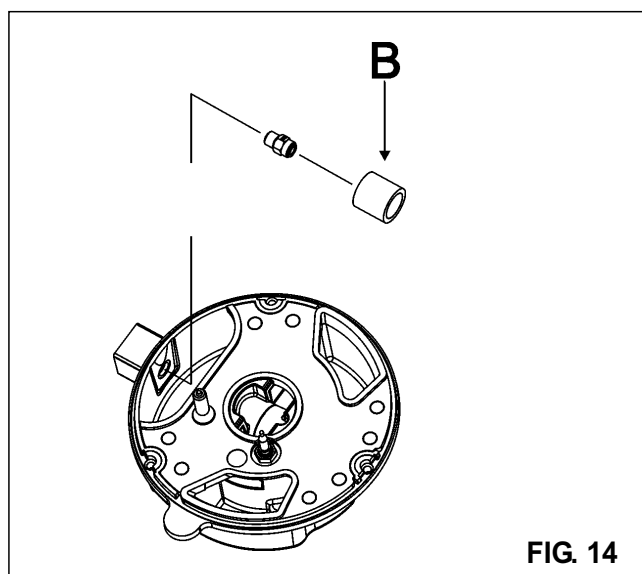

FIG. 14
**Mocowanie tulei (b) Jeżeli obecne (patrz Rys. 14).